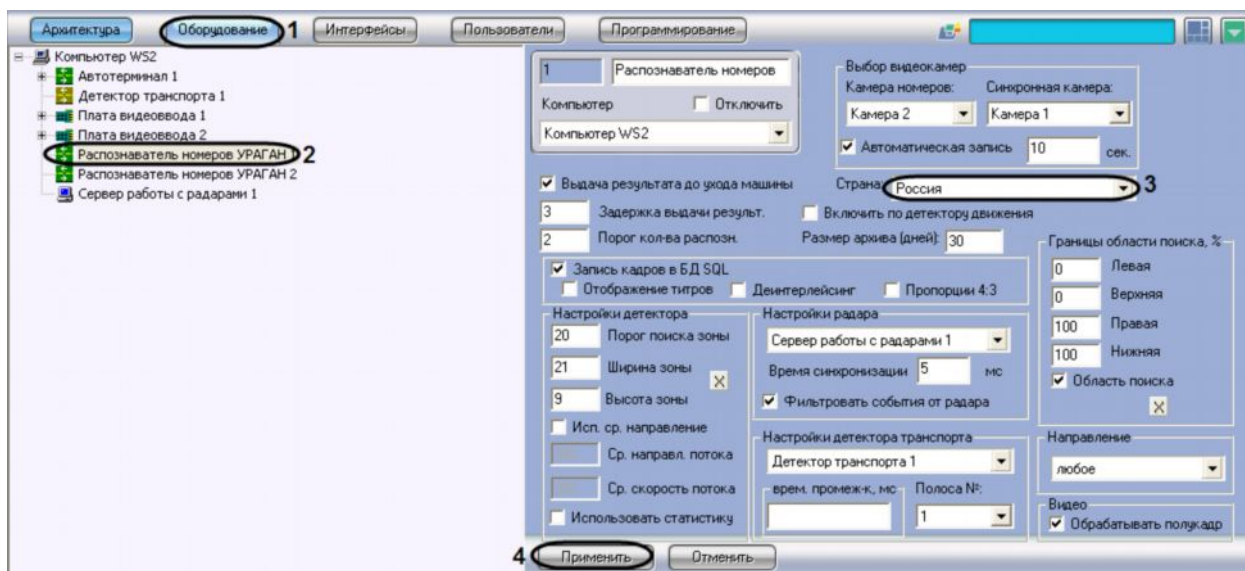

Рис. 7.2.5-1 Выбор государства – эмитента
1. В диалоговом окне «Настройка системы» перейти на вкладку «Оборудование» (см. Рис. 7.2.5-1, 1).
2. В дереве объектов на вкладке «Оборудование» выбрать объект «Распознаватель номеров УРАГАН», соответствующий настраиваемому программному модулю «Ураган» (см. Рис. 7.2.5-1, 2). В правой части вкладки «Оборудование» отобразится панель настройки выбранного объекта.
3. Выбрать государство – эмитент из раскрывающегося списка «Страна» (см. Рис. 7.2.5-1, 3).
4. Нажать кнопку «Применить» (см. Рис. 7.2.5-1, 4).